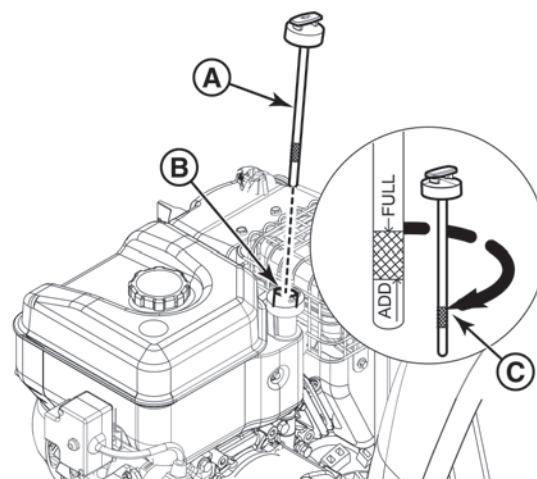

Рис. 18
7. Извлеките масляный щуп (A, Рис. 18).